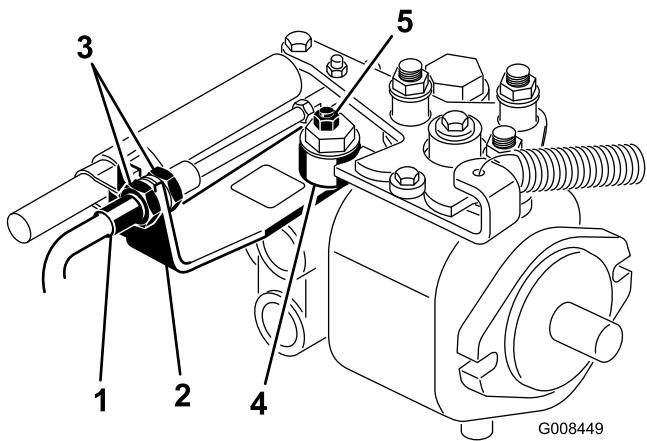

図 49
- A. 走行ケーブルを油圧トランスミッションのバルクヘッドに取り付けているジャムナット（図49）を両方ともゆるめる。ジャムナットは調整ができるよう十分に、また均等にゆるめること。
- B. 偏芯ナットをトランスミッション上部に止めているナット（図49）をゆるめる。
- D. どちらにも車輪が回らないように偏芯ナットを回して調整する。調整ができたら固定ナットを締める（図49）。スロットルSLOWおよびFAST位置で調整が正しいことを確認する。
- E. バルクヘッドのそれぞれの側から、ロックナットを均等に締め付けて、ケーブルを固定する（図49）。ケーブルをねじらないように注意すること。